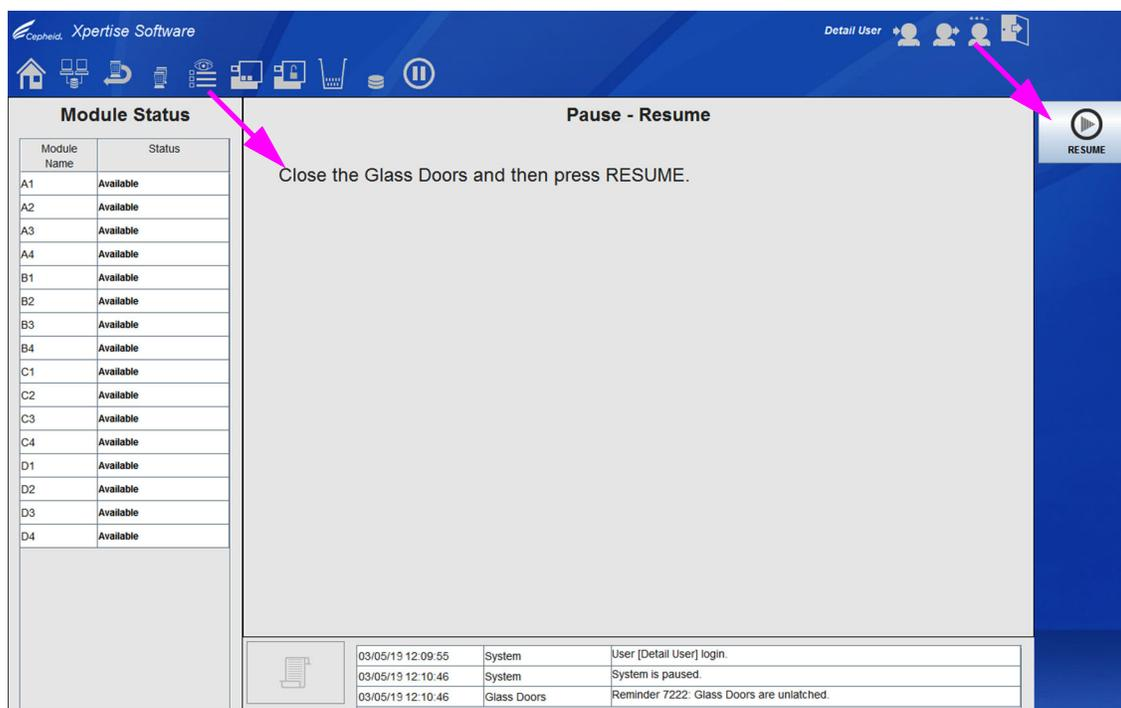

图 10-37. 暂停 - 恢复 (Pause - Resume) 工作区
4. 在您完成调整任何检测盒后，选择**恢复 (RESUME)** 按钮。暂停 - 恢复 (Pause - Resume) 工作区会显示。请参见图 10-37。
5. 在暂停 - 恢复 (Pause - Resume) 工作区中，关闭玻璃门，然后选择**恢复 (RESUME)** 按钮。请参见图 10-37。